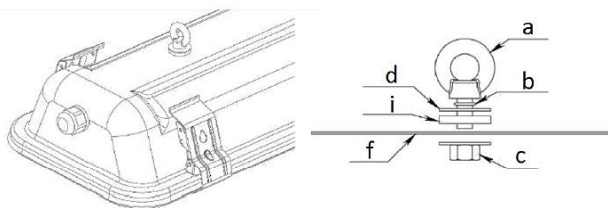

Рис. 2
1.1. При установке корпуса FOUNDRY 70H w/o driver box (4) через рым-болты необходимо соблюдать очередность элементов, где: а – рым-болт, b – манжета резиновая, с – гайка, d – шайба оцинкованная, i – шайба резиновая, f – корпус, см. рис. 2.